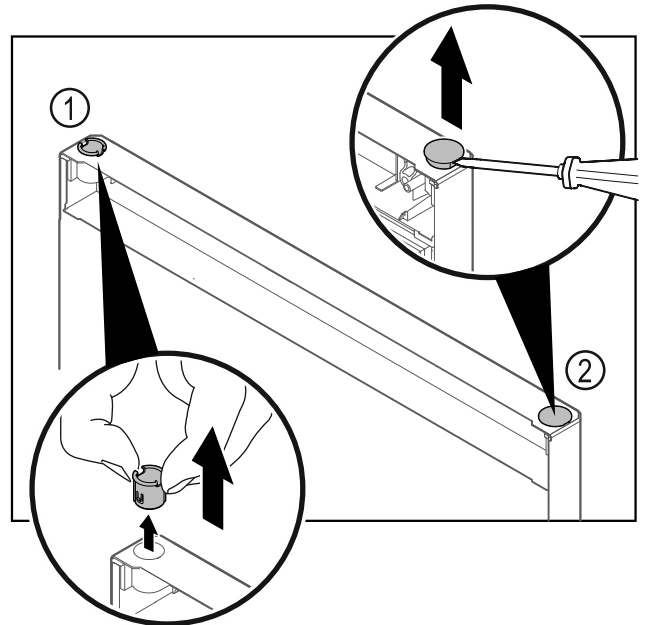

Fig. 11
- ▶ Τραβήξτε έξω την υποδοχή μεντεσέ Fig. 11 (1) με τα δάχτυλα.
- ▶ Ανασηκώστε προσεκτικά την τάπα Fig. 11 (2) με ένα ίσιο κατασβίδι και τραβήξτε την έξω.